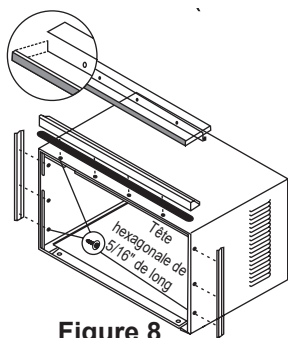

Figure 8
2. Installez l'angle supérieur et les supports latéraux sur l'armoire comme indiqué sur la Figure 8 (10 vis à tête plate).